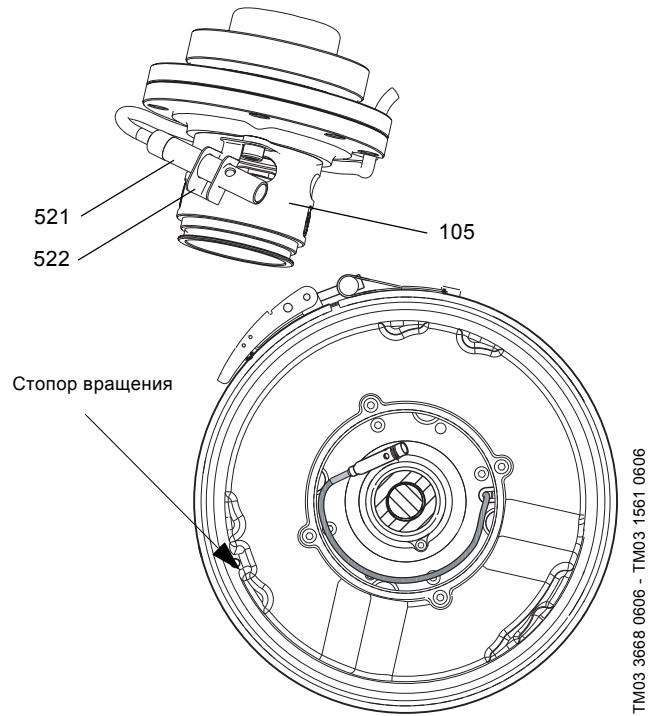

Рис. 10 Монтаж датчика воды в масле
5. Установите датчик (521) в держатель (522).
6. Закрепите датчик винтом (186) таким образом, чтобы датчик располагался по направлению вращения, приблизительно 55° по часовой стрелке после стопора вращения (6а). См. рис. 10.